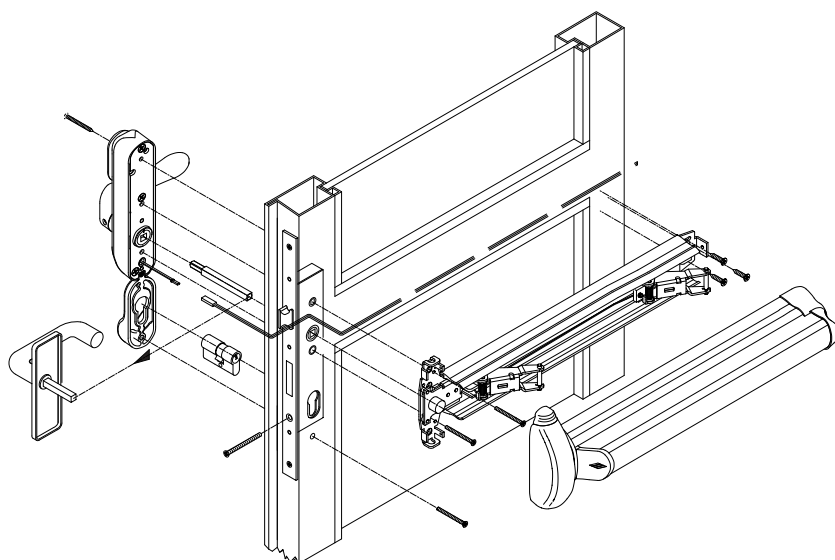
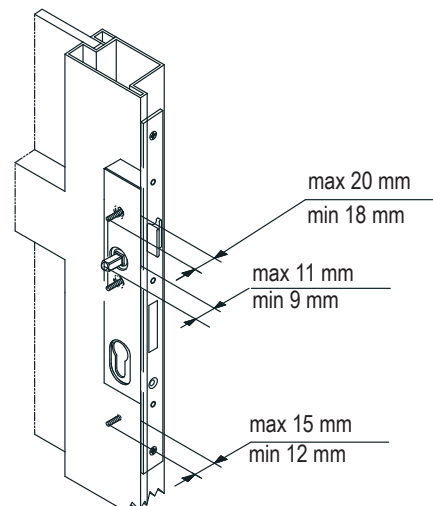

FIG. 4
FIG. 5
IT PREDISPOSIZIONE DELLA PORTA TAGLIAFUOCO PER IL MONTAGGIO CON ELETTROMANIGLIA VERSIONE INFILARE art. 1.07074.71.0 con interasse 92 mm. (Fig. 4 - Fig. 5)
4A. installare il quadro, fornito con l'elettromaniglia, verificando che la sporgenza sia compresa nelle dimensioni indicate in fig. 5;
Con il meccanismo della scatola principale del maniglione in appoggio dal lato interno porta, inserire le viti di fissaggio passante in dotazione, verificando che la sporgenza sia compresa nelle dimensioni indicate in fig. 5.
FR PREPARATION DE LA PORTE COUPE-FEU POUR LE MONTAGE AVEC POIGNEE ELECTRIQUE VERSION A ENFILER art. 1.07074.71.0 avec entraxe 92 mm. (Fig. 4 - Fig. 5)
4A. Installer le tableau fourni avec la poignée électrique, vérifier que son dépassement soit compris dans la plage de dimensions indiquées sur la fig. 5 ;
Avec le mécanisme du carter principal de la barre anti-panique situé sur le côté intérieur de la porte, insérer les goujons fournis et vérifier que leur dépassement soit compris dans la plage de dimensions indiquées sur la fig.5.
DE VORRÜSTUNG DER BRANDSCHUTZTÜR FÜR DIE MONTAGE EINES ELEKTRODRÜCKERS IN EINSTECKAUSFÜHRUNG Art. 1.07074.71.0 mit Dornmaß 92 mm. (Abb. 4 - Abb. 5)
- 3A. Die wie auf Seite 16 vorgesehene Bohrung auf dem Pfosten ausführen; Den mit dem Elektrodrücker mitgelieferten Vierkantstab montieren und sich dabei überzeugen, dass er nicht weiter vorsteht als in Abb. 5 angegeben;
5A. Die Zylinderplatte mit Dornmaß **92 mm** kann mit der eigens hierfür vorgesehenen Schraube am Elektrodrückerkörper befestigt werden. Mit dem auf der Türinnenseite aufliegenden Mechanismus des Hauptschlosskastens der Betätigungsstange die mitgelieferten durchgehenden Befestigungsschrauben einsetzen und sich überzeugen, dass sie nicht über die in Abb. 5 angegebenen Maße vorstehen.
EN PRE-SETTING A FIRE DOOR FOR INSTALLATION OF A MORTISE VERSION ELECTRIC HANDLE item 1.07074.71.0 with center distance 92 mm (Fig. 4- Fig. 5)
4A. install the square spindle supplied with the electric handle ensuring that its protruding part is within the dimensional range shown in fig. 5;
With the panic exit device main box mechanism resting against the door inside, introduce the supplied fixing screws, ensuring that their protruding part is within the dimensional range shown in fig. 5.
ES PREPARACIÓN DE LA PUERTA CORTAFUEGOS PARA MONTAJE CON ELECTROMANILLA VERSIÓN EMBUTIDA Art. 1.07074.71.0, con distancia entre ejes de 92 mm (Fig. 4 - Fig. 5)
4A. Instale el cuadrado suministrado con la electromanilla, verificando que la parte sobresaliente esté comprendida en las dimensiones indicadas en la Fig. 5;
5A. La placa cilindro, con distancia entre ejes de **92 mm,** puede ser fijada al cuerpo de la electromanilla con el correspondiente tornillo suministrado. Con el mecanismo del cofre principal de la barra apoyado en el lado interior de la puerta, introduzca los tornillos pasantes de fijación suministrados, verificando que la parte sobresaliente esté comprendida en las dimensiones indicadas en la Fig.5.
NL VOORBEREIDING VAN DE BRANDDEUR OP MONTAGE VAN ELEKTRISCHE HANDGREEP VOOR INSTEKMONTAGE art. 1.07074.71.0 met hartafstand van 92 mm. (Fig. 4 - Fig. 5)
4A. installeer het paneel dat bij de elektrische handgreep wordt geleverd. Controleer of het niet meer uitsteekt dan de afmetingen die staan aangegeven in fig. 5;
5A. de cilinderplaat met hartafstand van **92 mm** kan aan de elektrische handgreep worden bevestigd met de bijgeleverde schroef. Breng met het mechanisme van het hoofddeel van de handgreep tegen de binnenzijde van de deur de bijgeleverde tapeinden bevestigingsschroeven aan. Controleer of het niet meer uitsteekt dan de afmetingen die staan aangegeven op fig.5;
3B. install the square spindle supplied with the electric handle ensuring that its protruding part is within the dimensional range shown in fig. 5;